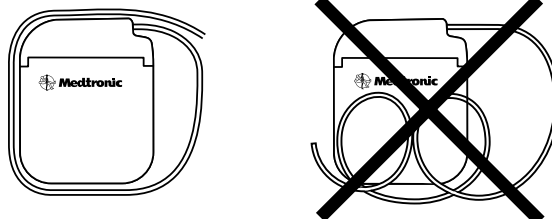

Abbildung 3. Überschüssige Länge von Verlängerungen oder Elektroden um den Umfang des Neurostimulators oder hinter dem Gerät aufwickeln
- Rollen Sie die überschüssige Länge von Elektroden oder Verlängerungen nicht vor dem Neurostimulator auf. Wickeln Sie stattdessen die überschüssige Länge der Elektroden oder Verlängerungen um den Umfang (Abbildung 3) des Neurostimulators oder hinter dem Neurostimulator auf, um das Risiko möglicher Beschädigungen bei einer Austauschoperation zu minimieren, mögliches Knicken von Elektroden oder Verlängerungen zu vermeiden und die Beeinträchtigung der Telemetrie zu minimieren.